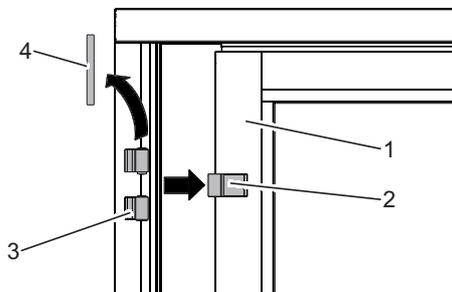

Fig. 46: Dépose de la porte à simple action
1. Retirer les vis pointeaux et les axes de paumelles (fig. 46/4).
2. Désaccoupler les paumelles (fig. 46/2) de la porte (fig. 46/1) des paumelles (fig. 46/3) du profilé de raccordement mural.